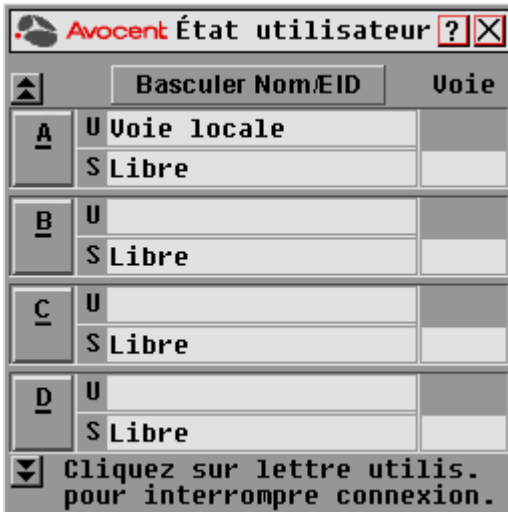

Figure 3.17 : Boîte de dialogue État utilisateur de l'interface OSCAR
2. Cliquez sur *Commandes - État utilisateur* pour ouvrir la boîte de dialogue État utilisateur, comme indiqué à la Figure 3.17 à la page 47.
2. Cliquez sur *Commandes - État utilisateur* pour ouvrir la boîte de dialogue État utilisateur, comme indiqué à la Figure 3.17.